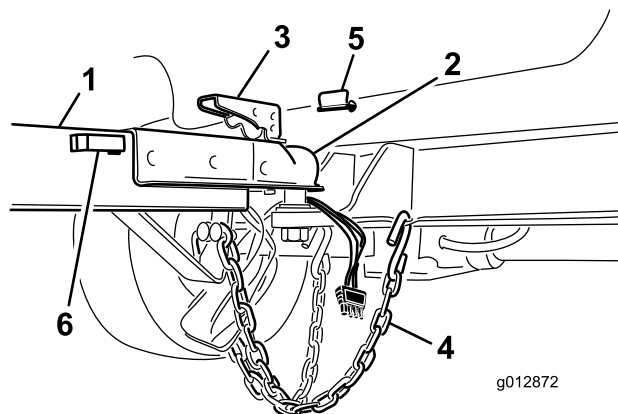

図 11
2. トングのカップラレバーを持ち上げながら、カバーをボールヒッチの上に降ろす (図 11)。